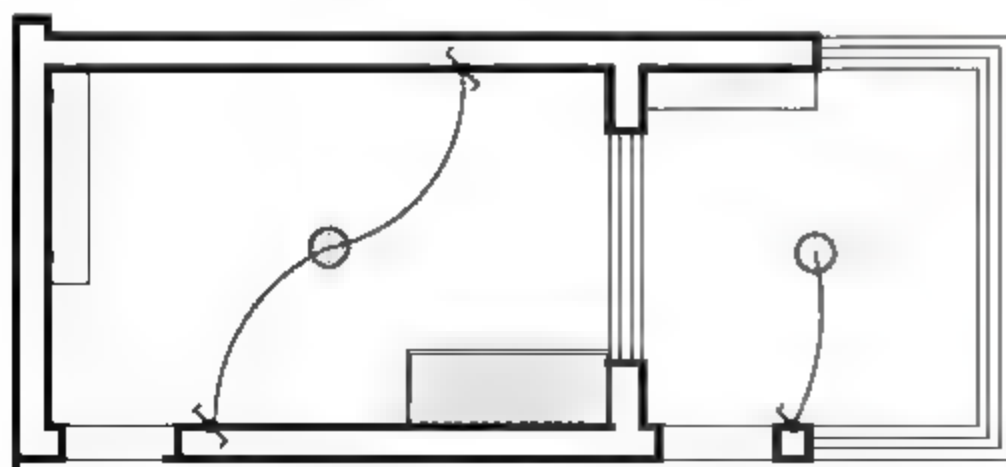

图5-120 打开素材
**01** 打开本书配备资源中的“素材\第5章\5-7 添加多重引线标注.dwg”文件，如图5-120所示。